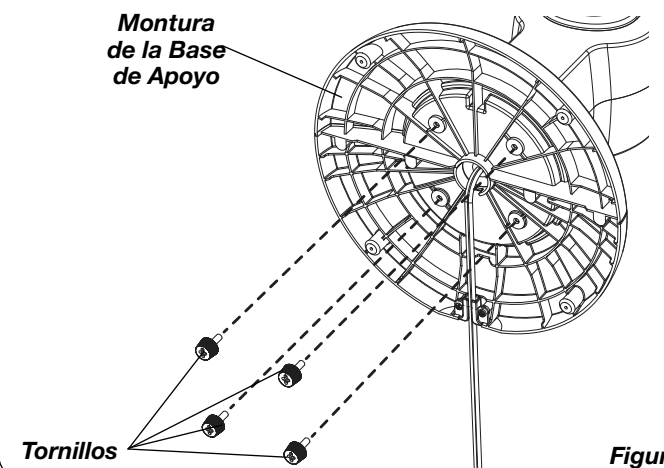

Figura 2
- Asegure los (4) **Tornillos** en los cuatro orificios de la parte inferior de la base. (**Figura 2**)